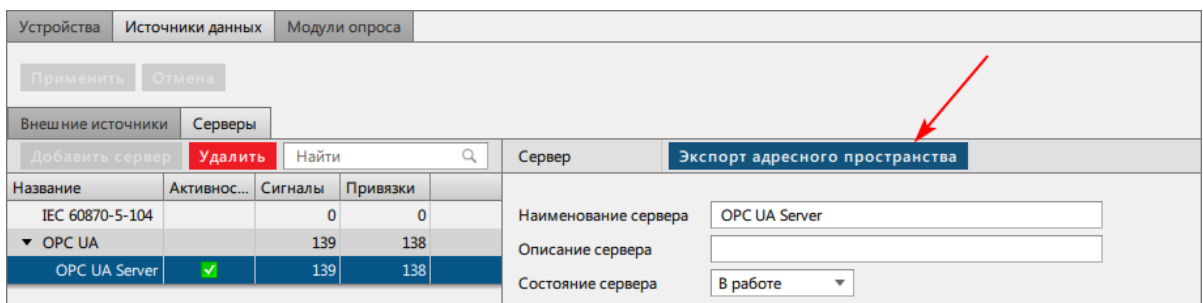

Рисунок 228 - Экспорт адресного пространства
6. Выполните **Экспорт адресного пространства** и загрузите на устройство, которому будут передаваться данные (Рисунок 228).